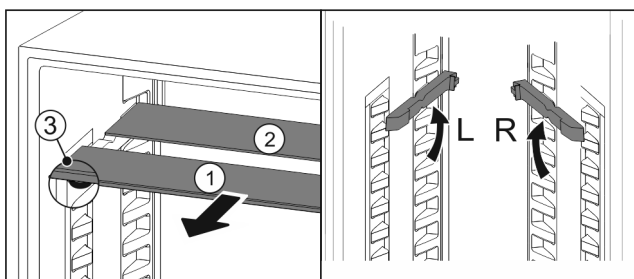

Fig. 21
- Estrarre Fig. 21 (1) i ripiani singolarmente tirando in avanti come da figura.
- ▷ Il ripiano Fig. 21 (1) con il motivo ornamentale è nella parte anteriore.
- ▷ I fermi Fig. 21 (3) sono rivolti verso il basso.